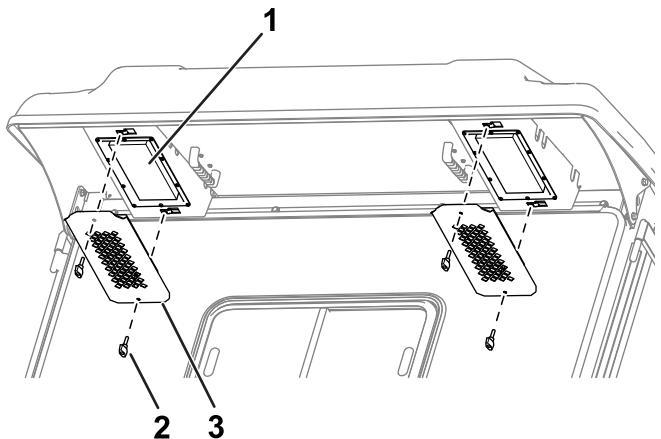

図 82
4. フィルタをキャブに取り付け、格子とノブで固定する図 82。
1. 後方のオーバーハング部からノブと格子を取り外す図 82。